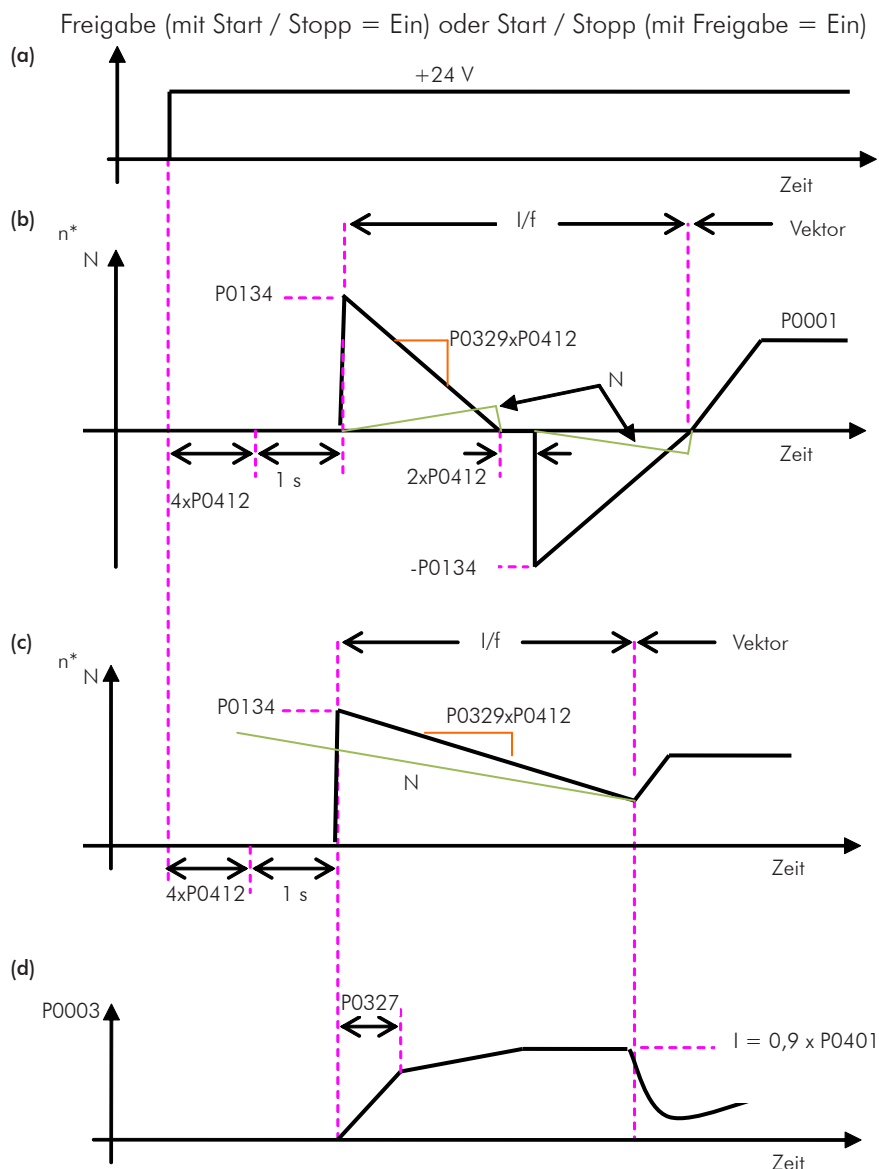

Abbildung 12.6 (a) bis (d) - Auswirkung von P0327 und P0329 während des fliegenden Starts (P0202 = 3)
Das Verhalten der Funktion für den Fliegenden Start (FS) im sensorless Modus während des Hochlaufens und erneuten Hochlaufens wird in Abbildung 12.6 veranschaulicht.
Abbildung 12.6 (b) zeigt das Verhalten des Drehzahlsollwerts, wenn die FS-Funktion bei gestoppter Motorwelle und einem kleinen Wert von P0329 gestartet wird (nicht optimiert).
Abbildung 12.6 (c) zeigt den Drehzahlsollwert, wenn die FS-Funktion mit bereits in die gewünschte Richtung laufender Motorwelle oder mit angehaltener Welle und bereits optimiertem Parameter P0329 initiiert wird.